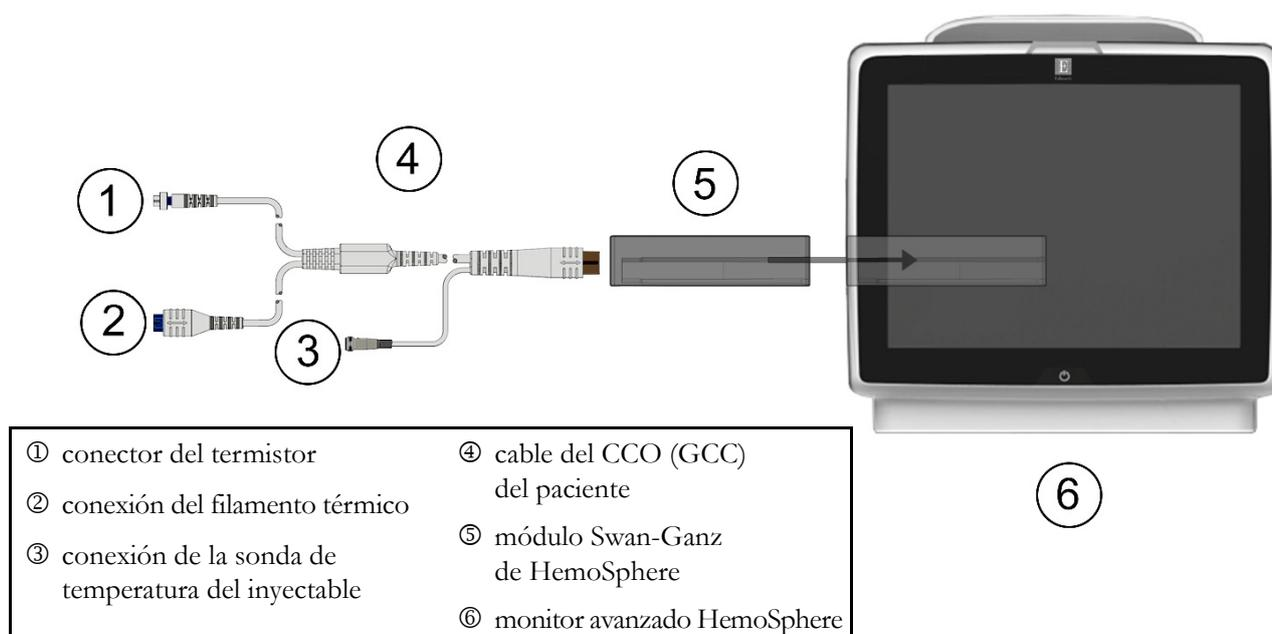

Figura 4-1 Descripción general de la conexión de monitorización mediante el módulo Swan-Ganz de HemoSphere
Consulte la figura 4-1 para obtener información sobre las conexiones de monitorización del módulo Swan-Ganz de HemoSphere.
- 9 Acople el cable del CCO del paciente a las conexiones del catéter de CCO de Swan-Ganz del termistor ① y del filamento térmico ② (figura 4-1).
- 9 Acople el cable del CCO del paciente a la conexión del termistor del catéter Swan-Ganz (①, figura 4-1).
- 10 Conecte la sonda de temperatura del inyectable al conector de la sonda de temperatura del inyectable ③ del cable del CCO del paciente. El tipo de sistema del inyectable (en línea o de baño) se detectará automáticamente.
9 Acople el cable del CCO del paciente a las conexiones del catéter volumétrico de Swan-Ganz del termistor ① y del filamento térmico ② (figura 4-1).